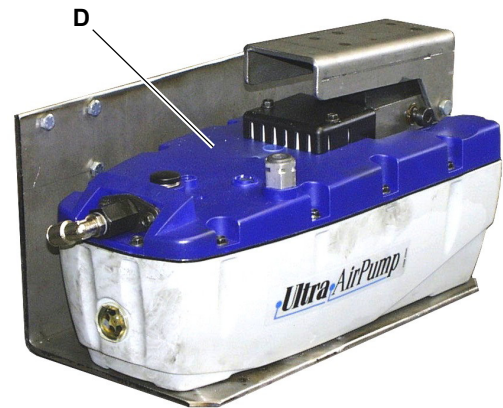

Fig. 1
- Traverse a funzionamento idraulico (vedi Fig. 1) versioni J50HE, J50HT, J50HA;
- Traverse a funzionamento pneumatico-idraulico (vedi Fig. 1) versioni J50PHE, J50PHT, J50PHA.
- Hydraulic-operation transoms (see fig. 1) versions J50HL, J50HT, J50HA;
- Pneumatic-hydraulic operation transoms (see fig. 1) versions J50PHE, J50PHT, J50PHA.
- Hydraulisch betriebener Heber (siehe Abb. 1), Ausführungen J50HE, J50HT, J50HA;
- Hydraulisch-pneumatisch betriebener Heber (siehe Abb. 1), Ausführungen J50PHE, J50PHT, J50PHA.
- Traverses à fonctionnement hydraulique (voir Fig. 1), versions J50HE, J50HT, J50HA;
- Traverses à fonctionnement oléo-pneumatique (voir Fig. 1), versions J50PHE, J50PHT, J50PHA.
- Travesano a funcionamiento hidráulico (véase Fig. 1) versiones J50HE, J50HT, J50HA;
- Travesano a funcionamiento neumático-hidráulico (véase Fig. 1) versiones J50PHE, J50PHT, J50PHA.
Con rif. a Fig. 1:
With ref. to Fig. 1
Zu Abb. 1:
Référence Fig. 1:
Con Ref. en Fig. 1: